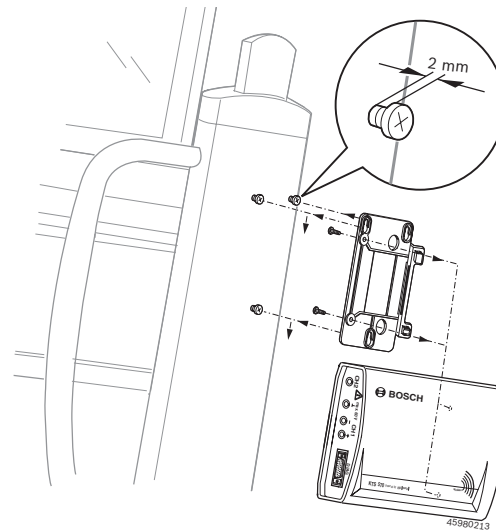

Fig. 4: Montering af holder
1. De tre linseskruer, der er del af leveringen, skrues ind på apparatvognen (se fig. 4).